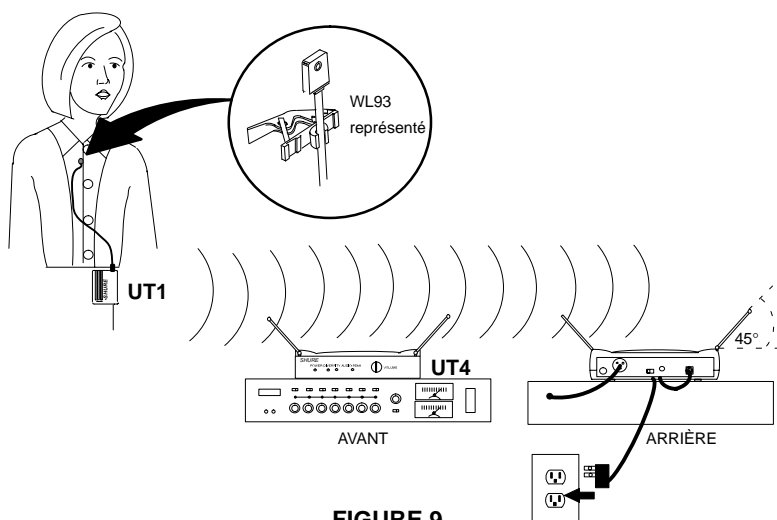

FIGURE 9
1. Voir la figure 9. Connecter l'adaptateur de courant alternatif fourni au connecteur d'ENTRÉE courant continu situé au dos du récepteur. Insérer le câble de l'adaptateur dans le collier de câble. Brancher l'adaptateur dans une prise électrique murale ou toute autre prise électrique c.a. (utiliser PS20 pour l'alimentation 120 V c.a., 60 Hz; utiliser PS20E pour l'alimentation 230 V c.a., 50 Hz). Le témoin vert d'ALIMENTATION du récepteur doit s'allumer.
3. Enfoncer le microphone de Lavalier WL93, WL184 ou WL185 dans le clip de montage et le fixer sur son vêtement. Veiller à ce que le vêtement ne recouvre pas le microphone et le garder à environ 20 à 30 cm (8 à 12 po) sous le menton. Voir la figure 9.